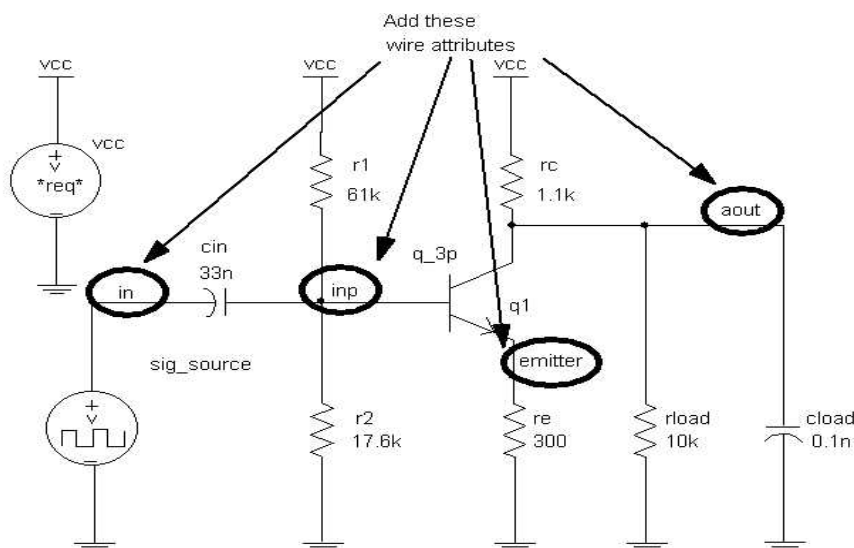

图 7 单级晶体管放大器导线标记
如果你不标记导线，Saber Sketch 自动为每根线提供名称，例如_n30。如果你用一个便于阅读和理解的命名来标记导线，这对于将来的设计分析是有用的，如图 7 所示。
要增加图 7 中所示出的 4 个导线标记的话，可按以下步骤进行：
4. 将 Name 字段中的值改成理想的文字串，参看图 7。